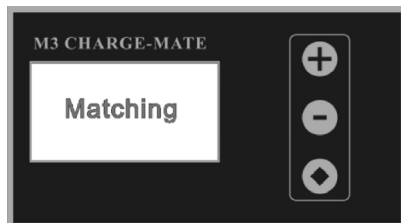

Fig. 2
**Étape 2 :** Éteignez et rallumez la borne de recharge de la série KS X (KS X32/1, KS X16/3, KS X32/3) et elle se connectera automatiquement au contrôleur de charge intelligent KS SLC (Fig. 2).